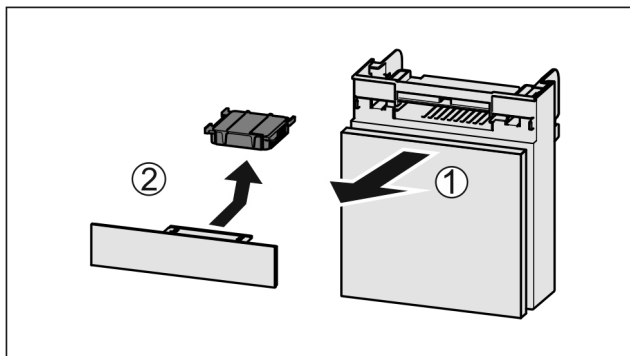

Fig. 97
- Estrarre il vano tirando in avanti Fig. 97 (1).
- Rimuovere il filtro a carboni attivi Fig. 97 (2).